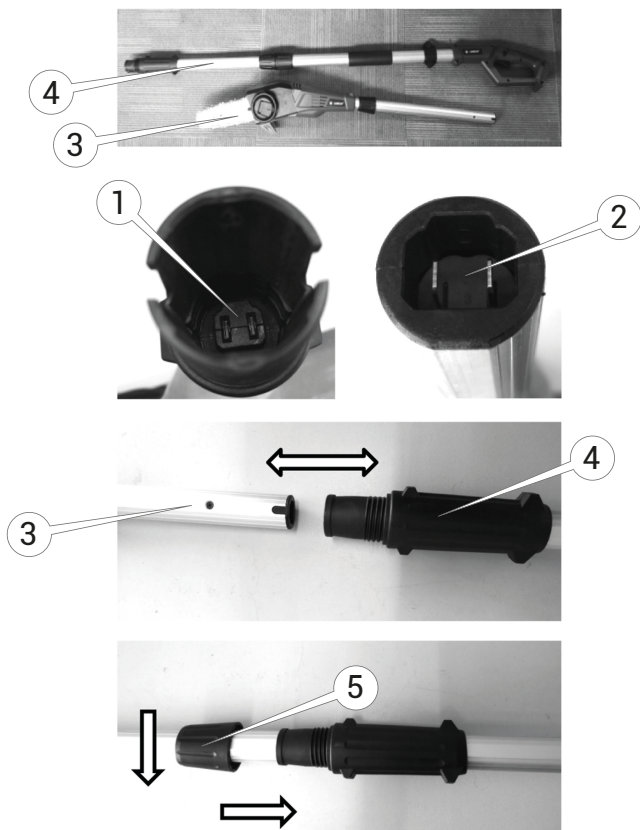

Рисунок 6. З'єднання корпусу інструменту з телескопічною опорою.
5.1.4. Приєднання різального блоку до телескопічної опори. (рис. 6).
1. З'єднати кінцеву частину опори різального блоку з телескопічною опорою та зсунути їх до упору так, щоб не пошкодити електричні контакти (1, 2 рис. 6) живлення.
2. Затягнути цанговий фіксатор вузла стику (4 та 5 рис. 6 низ рисунку) проти годинникової стрілки.